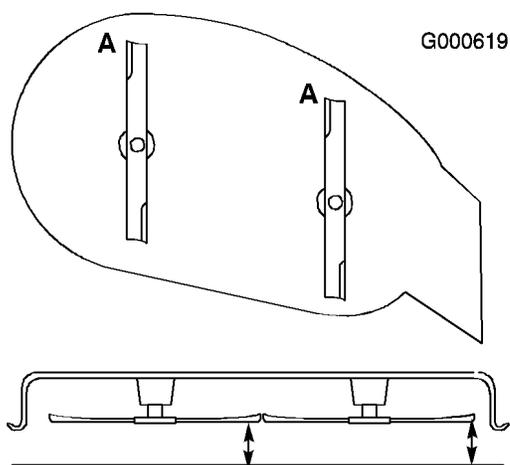

Figure 37
1. Tournez les lames dans le sens longitudinal (Figure 37). Mesurez la distance entre la surface plane et le tranchant (position A) des lames (Figure 37) et notez cette valeur.